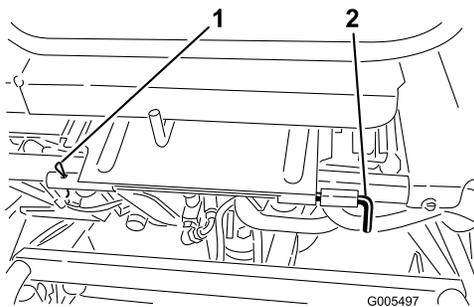

図 27
3. 座席を降ろし、回転軸を固定しているロールピンを抜き取る **図 27**。